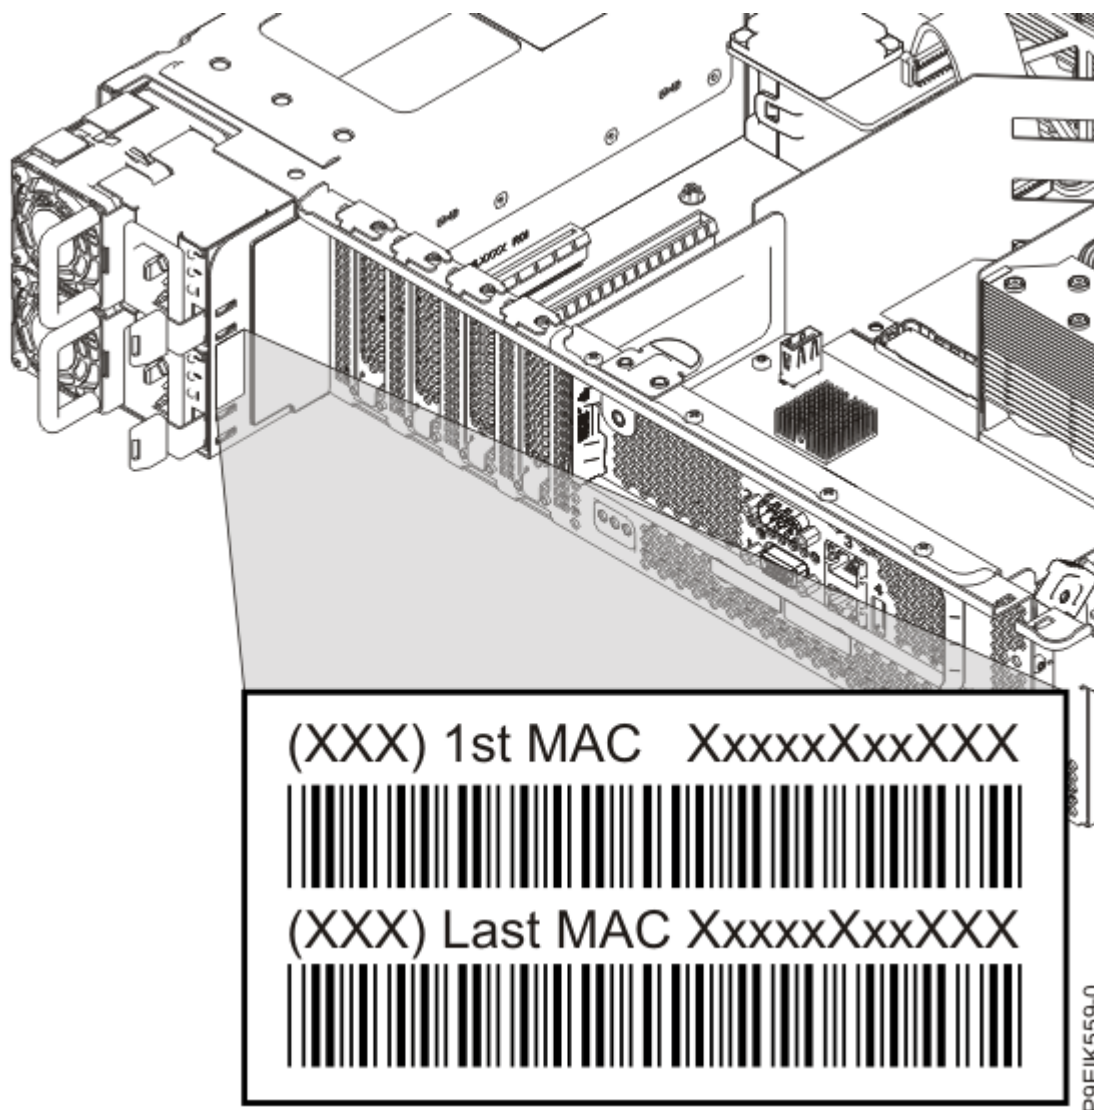

Figure 4. Apposition de la nouvelle étiquette d'adresse MAC
8. Apposez la nouvelle étiquette d'adresse MAC par dessus l'ancienne étiquette sur le boîtier des blocs d'alimentation du châssis, comme illustré dans la Figure 4, à la page 7.